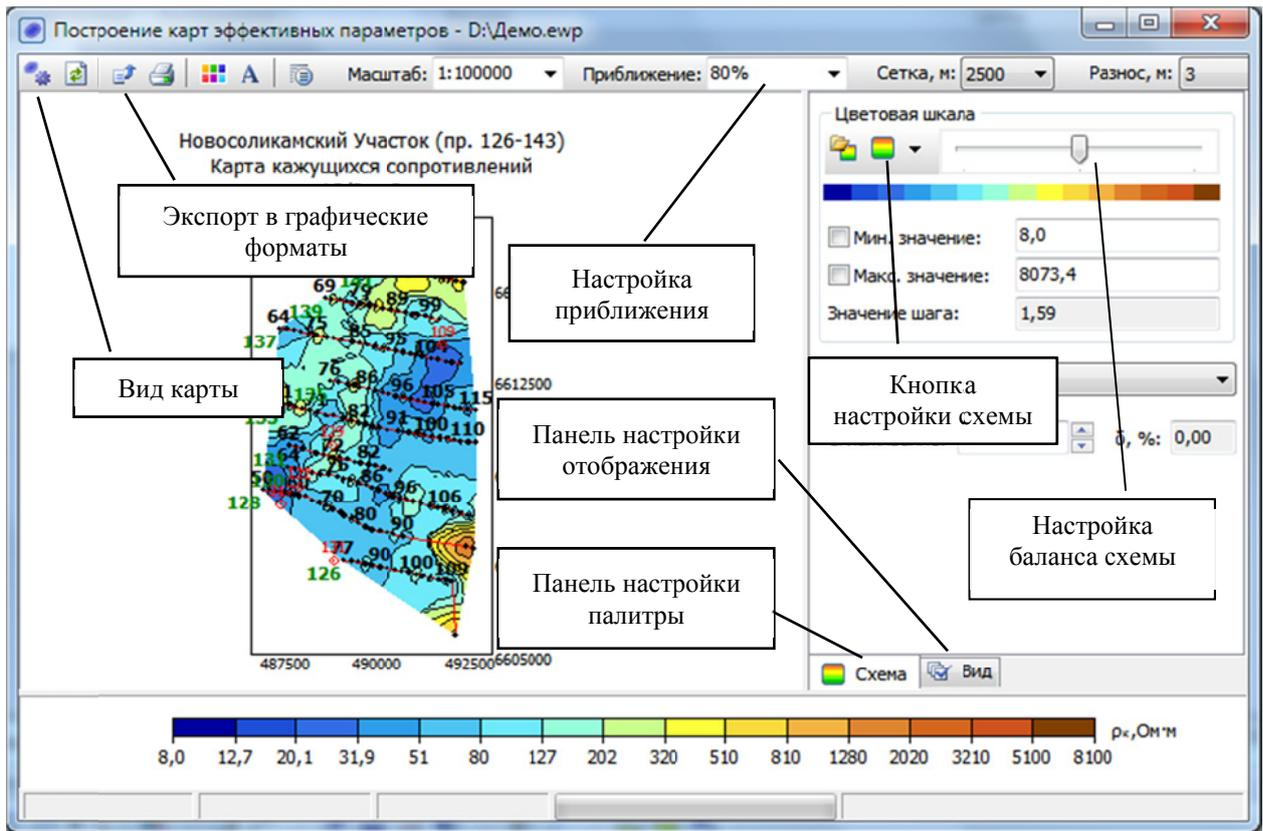

Рис. 5.1.1. Модуль построения карт эффективных параметров
- Редактировать цветовую схему (палитру) (панель *Схема* справа, кнопка *Настроить*, рис. 5.1.1)
- Выбирать готовые схемы, (панель *Схема* справа, список у кнопки *Настроить*, рис. 5.1.1)
- Изменять настройки шрифтов, вид пикетов, профилей, скважин (панель *Вид* справа, рис. 5.1.1)
- Выбирать вид карты, или, иначе говоря, выбирать отображаемый параметр (кнопка *Вид карты*, рис. 5.1.1)
- Экспортировать изображение в графические файлы и файл формата *DXF* (кнопка *Экспорт в графические форматы*, рис. 5.1.1)
- Разрезы строятся по профилям, карты – по разносам, соответствующее отличие проявляется в верхней панели инструментов и в выборе диапазона (панель настройки схемы, рис. 5.1.1, 5.2.1).